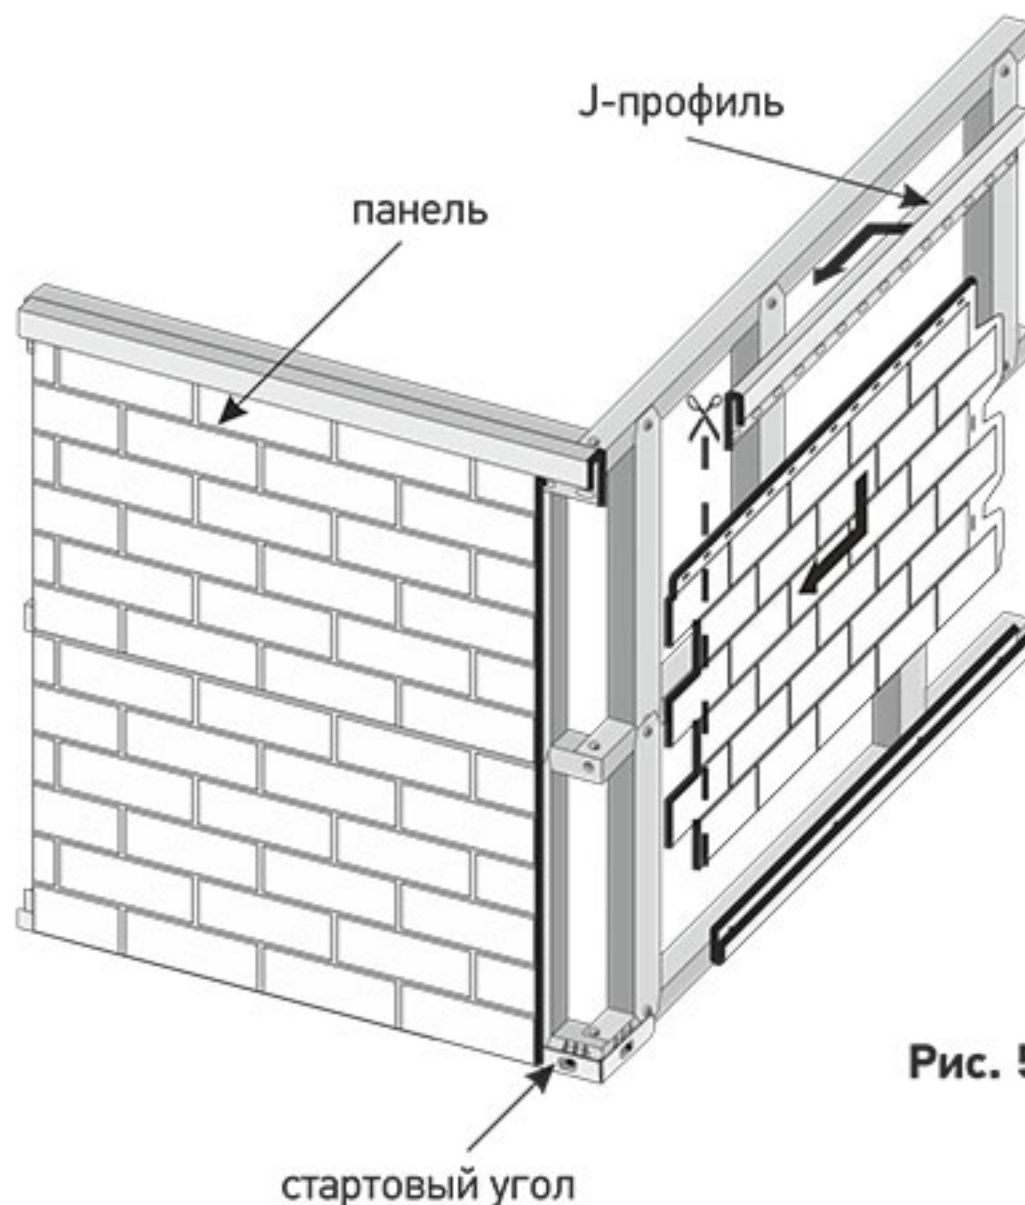

Рис. 5
- Монтаж фасадных панелей производится строго слева направо и снизу вверх (Рис. 5).
Установите углы на стартовые угловые профили (Рис. 5) и зафиксируйте их в верхней части двумя саморезами, длиной не менее 50 мм. Следите, чтобы угол закрывал не менее 15 мм фасадной панели и до внутреннего ребра угла оставалось не менее 12 мм.